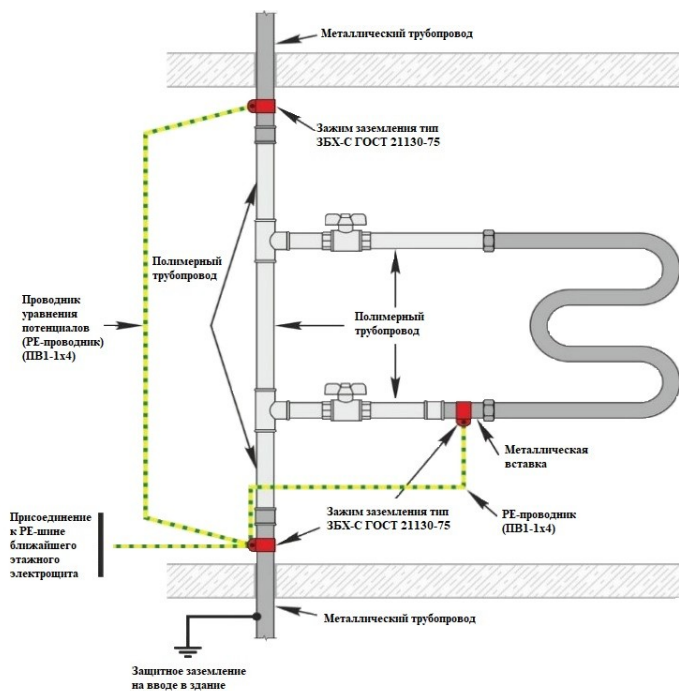

Рис.5.
3. Если стояк комбинированный, требуется установка металлической вставки (например, бочонок или ниппель соответствующего диаметра) между шаровым краном и непосредственным присоединением полотенцесушителя. На вставку установить зажим заземления медным проводом сечением 4 мм2 соединиться со стояком водоснабжения. Далее таким же проводом соединить между собой разорванные части металлического стояка. Затем от стояка проложить провод к РЕ-шине ближайшего электрощита (Рис. 5).